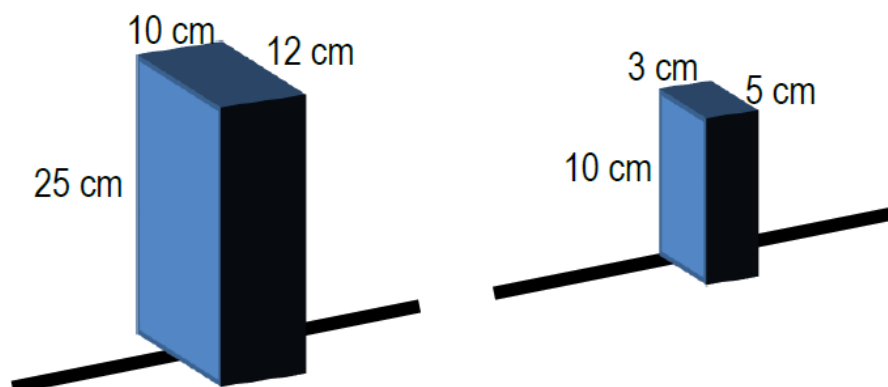

Figura 8 - Limites das dimensões dos obstáculos.
6.1.5 A Figura 8 apresenta os limites máximo e mínimo contidos nos obstáculos. O formato dos obstáculos pode ser qualquer um, desde que não ultrapasse tais limites.